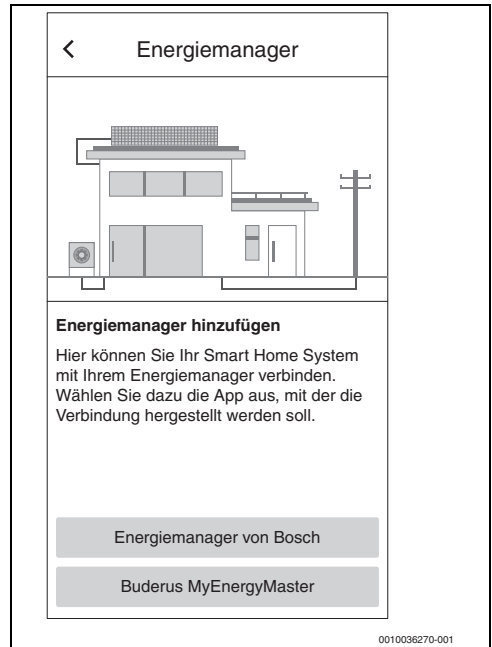

Bild 17 Energiemanager von Bosch auswählen
4. Im Menü **Energiemanager** den Menüpunkt **Energiemanager von Bosch** auswählen (→ Bild 17).